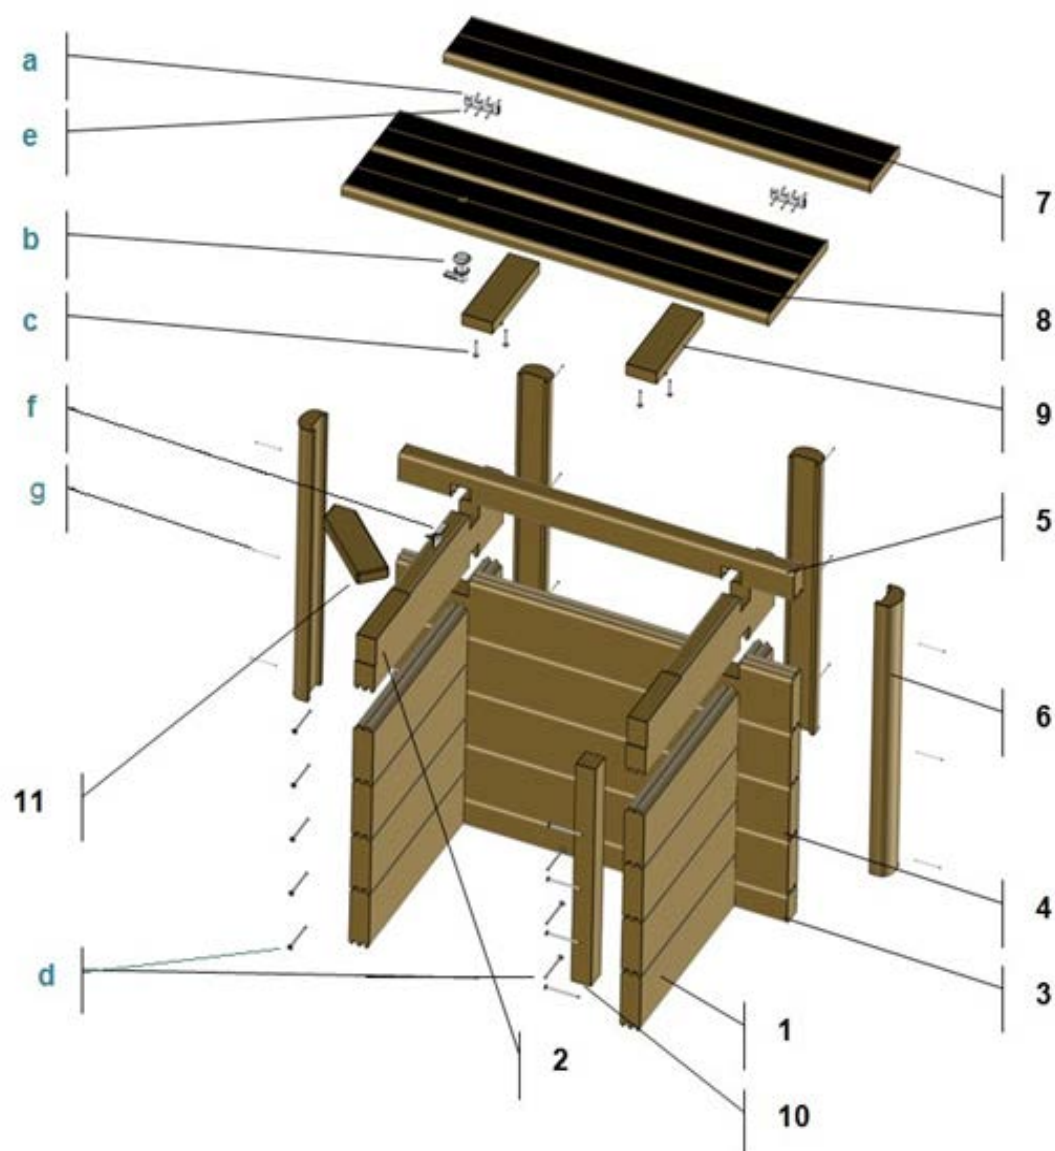
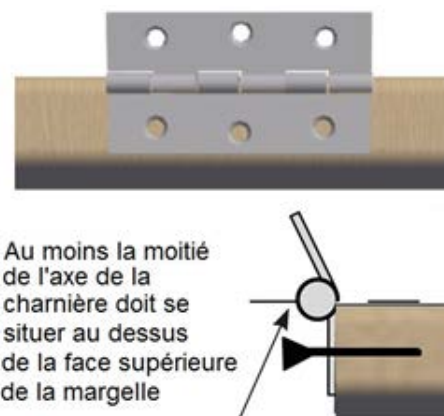

Figure 59 – Éclaté du coffre
Figure 65 – Fixation des charnières
Pour finir, fixez le tasseau de 45 × 45 mm (pièce n°10 de la *Figure 59*) à l'aide de 4 vis à tête fraisée 5 × 80 torx filetées sur 50 mm (d). Ce tasseau doit affleurer l'extrémité des lames en bois du coffre.
La pièce d'angle livrée avec le pack bois de votre piscine urbaine est rectangulaire. Après pose des margelles de votre coffre, cela laisserait un espace vide triangulaire. Afin d'éviter ce désagrément, il convient de substituer cette pièce par celle livrée avec le coffre (pièce n°11 à la *Figure 59*), qui comporte une extrémité pointue.
- Par fixation du tasseau (pièce n°10 à la *Figure 59*) dans les lames bois du bassin à l'aide de 3 vis à tête fraisée 5 x 80 torx filetées sur 50 mm (d);
A l'aide de 3 vis à tête fraisée 4 × 35 par charnière (e), visser les deux charnières sur la tranche d'une margelle de caillebotis de 97,5 cm de longueur (pièce n°7 à la Figure 59) aux cotes indiquées à la Figure 65.
Respectez pour ce faire les consignes de fixation des charnières données à la Figure 65.
Le système de verrouillage de la trappe est constitué d'un canon de serrure à clef, d'une came de serrure à fixer à l'extrémité du canon de serrure, et d'une gâche de serrure à fixer dans la lame de verrouillage du coffre (pièce n°2 à la *Figure 59*).